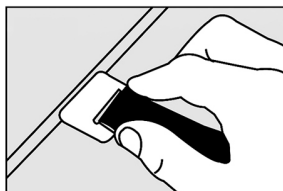

Fig. 6
5. Desserrez les deux sangles longues (B) et éliminez toute torsion. Fixez les crochets dans la partie supérieure du coffre ou du hayon (fig. 6). Ne fixez pas les crochets à du verre ou du plastique. Serrez suffisamment pour les retenir en place.